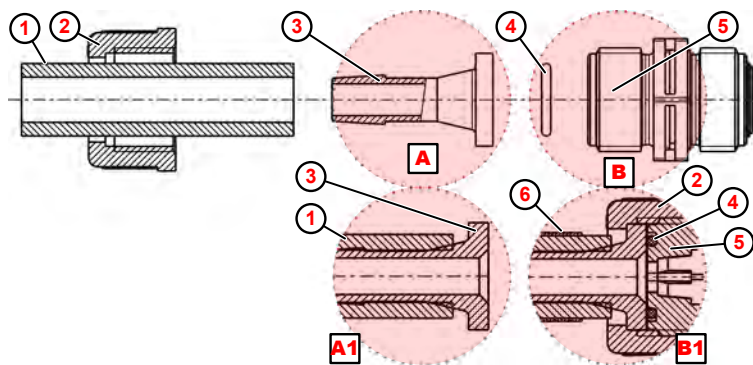

Bild 19: Rör- och slangkoppling med påsättningsnippel och slangklämma
1. ➤ Knipsa av slangen (Bild 19 , ①) rakt.
2. ➤ Skjut slangklämman ⑥ över slangen ①
3. ➤ Skjut kopplingsmuttern ② över slangen ① .
4. ➤ Skjut slangen ① fram till stoppkanten på nippeln ③ (detalj Ⓐ1).
5. ➤ Placera o-ringen ④ i sug- eller tryckventilens spår ⑤ .
6. ➤ Dra åt kopplingsmuttern ②
7. ➤ Skjut slangklämman ⑥ nedåt och dra åt den (detalj Ⓑ1).